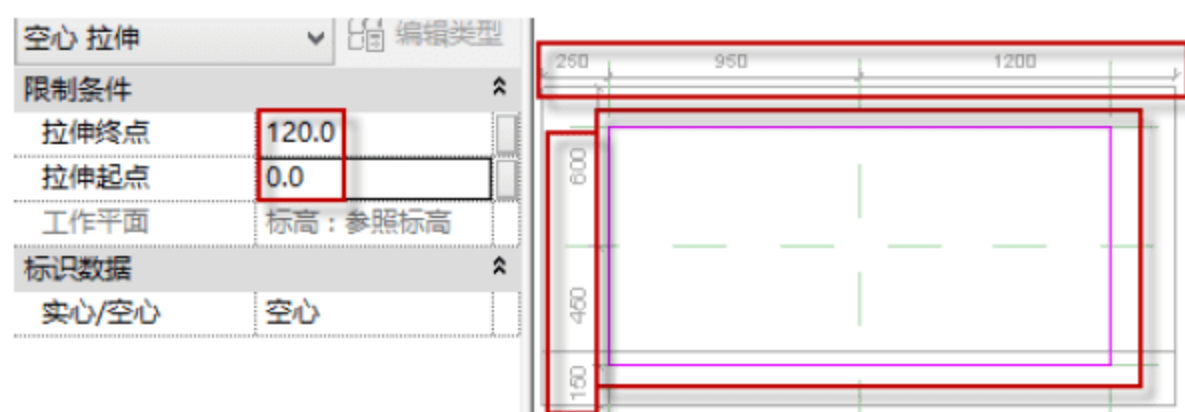
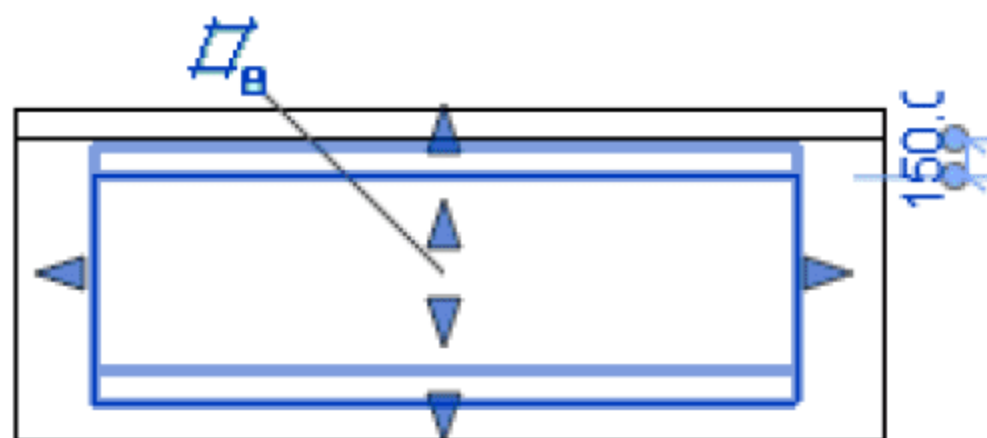

图 8.2.25 主体挖洞
图 8.2.26 体块效果图
(4) 主体挖洞（洞口尺寸为长 1900mm，宽 900mm）。返回到“楼层平面-参照标高”平面，按快捷键 C+O 和 M+M 绘制参考线。在菜单栏中选择“创建”→“空心形状”→“空心拉伸”→“矩形框”命令，绘制图框，在“属性”面板中编辑“拉伸起点”和“拉伸终点”的数值 (0, 120)，然后单击√按钮，如图 8.2.25 和图 8.2.26 所示。